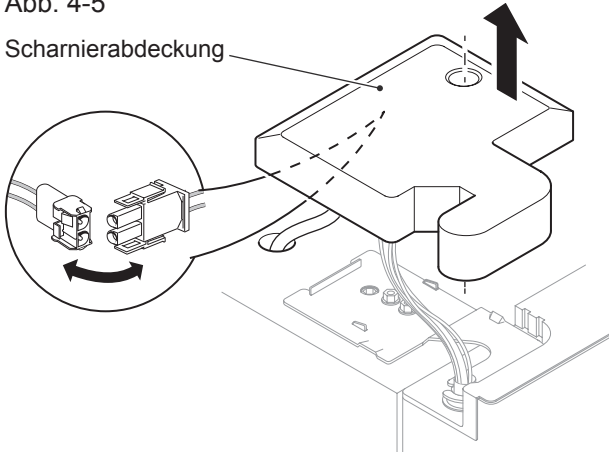

Abb. 4-6
2. Halten Sie das obere Scharnier fest, lösen Sie die Schrauben, und entfernen Sie das Scharnier (Abb. 4-6).